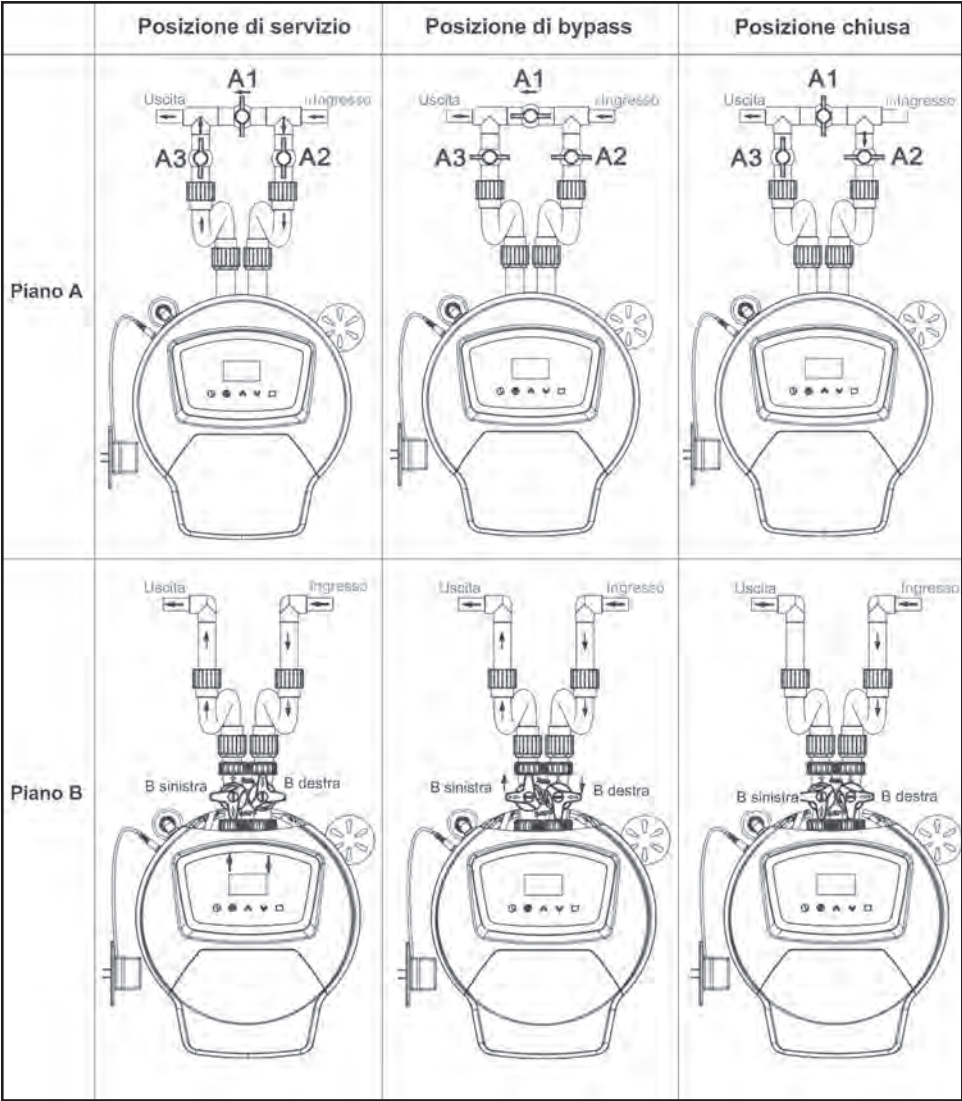

FIGURA 2
- 4) Facendo riferimento alla Figura 2, ruotare l'ingresso A2 della valvola di bypass in posizione semi-aperta. Se si utilizza una valvola personalizzata, regolare l'ingressodelle maniglie della valvola di bypass su B destra.